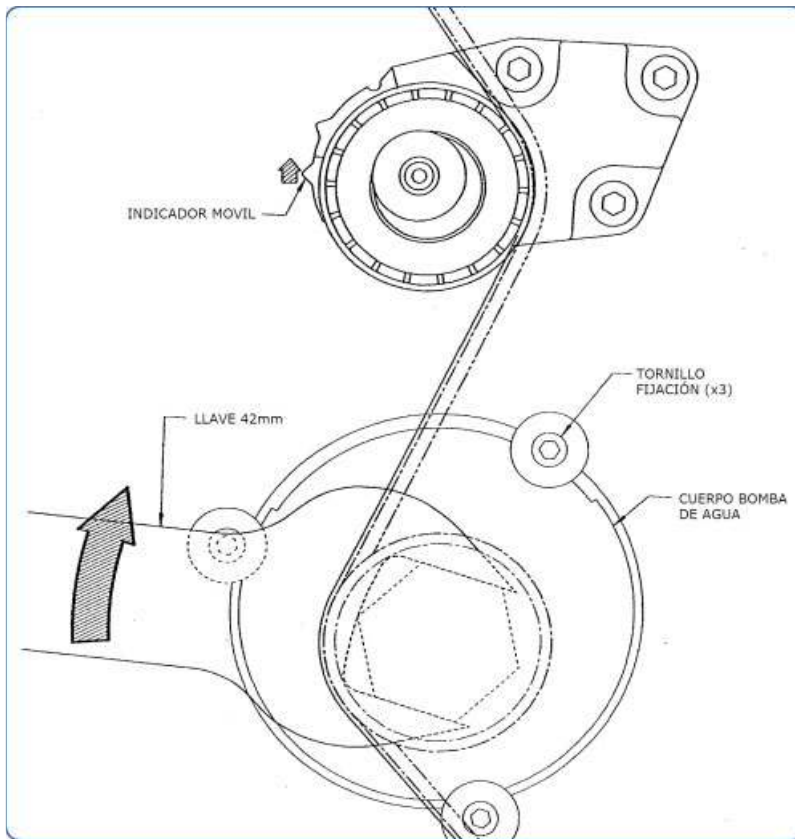

Fig. 5
8. Gire el cuerpo de la bomba de agua **en sentido horario** con la llave de 42mm. La polea del tensor se moverá contra la correa y el puntero "indicador" comenzará eventualmente a moverse **en sentido antihorario (Fig. 5)**.